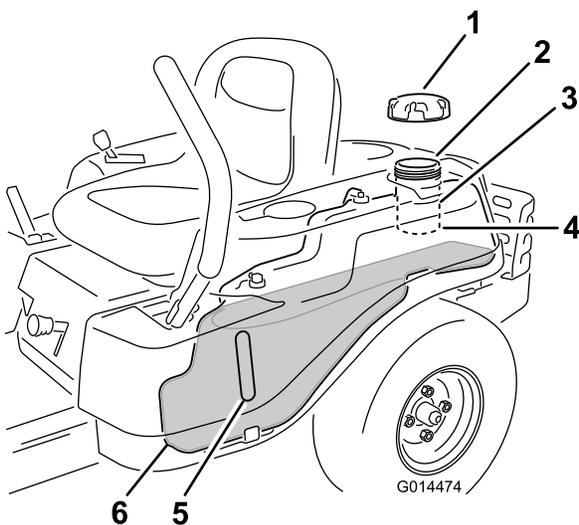

Figura 10
Nota: Puede utilizar la mirilla de combustible para verificar la presencia de gasolina antes de llenar el depósito (Figura 10).
2. **Añada gasolina sin plomo** lentamente (Figura 10) hasta que el combustible llegue a la base del cuello de llenado (4).